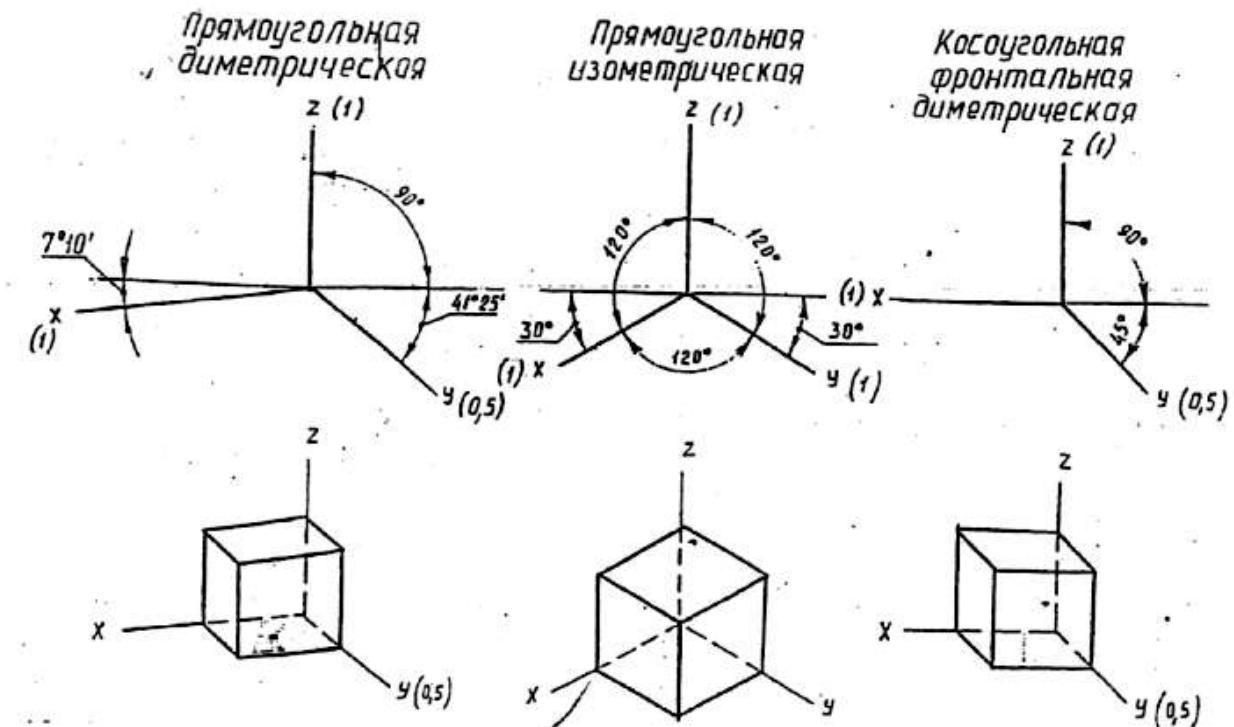

Рис.12 Виды аксонометрических проекций
- косоугольная фронтальная диметрическая проекция и др. (рис. 12.)